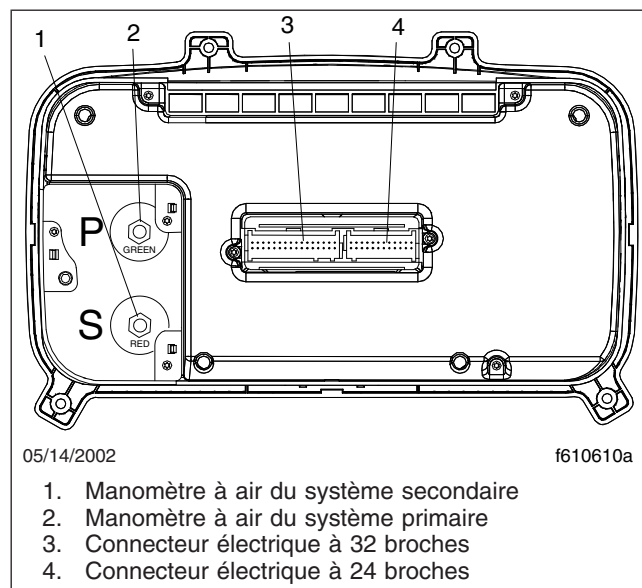

Fig. 4, ICU3, vue arrière
9. Débranchez les deux connecteurs électriques à l'arrière de l'ICU. Reportez-vous à la figure 4.